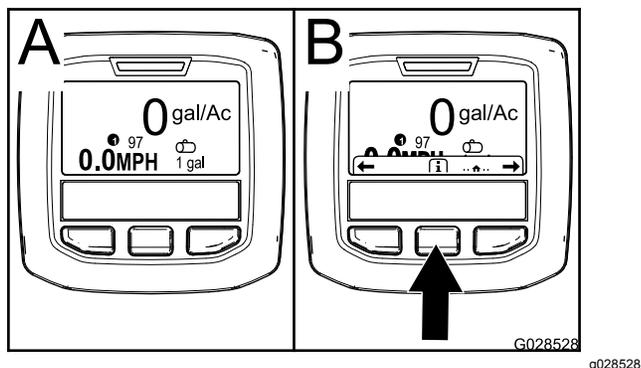

Рисунок 4
2. Приблизительно через 15 секунд появится главный экран; нажмите среднюю кнопку выбора, чтобы вывести информацию (Рисунок 4).